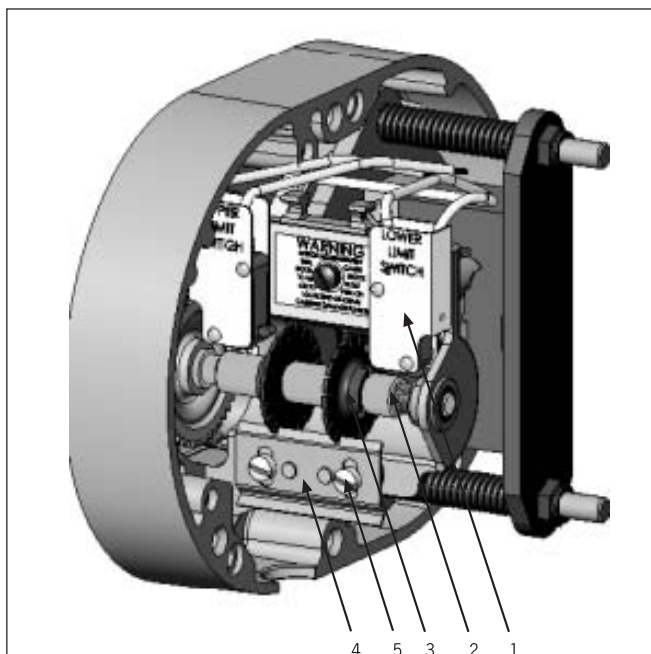

Abb. 19 - Endschalter - Gehäusetypen A bis H-2
4. Die Schrauben lösen, damit die Führungsplatte aus der Verbindung mit den Stellmuttern verschoben werden kann (Abb. 19 und 20).
Abb. 19 a - Endschalter - Gehäusetypen A bis H-2
4. Die Schrauben lösen, damit die Führungsplatte aus der Verbindung mit den Stellmuttern verschoben werden kann (Abb. 19 und 20). Das Verstellen der einen Stellmutter in Richtung der anderen vergrößert den Hakenweg, das Verstellen in Gegenrichtung verringert den Hakenweg. Die Stellmutter, die dem Endschalter "Upper Limit Switch" am Nächsten liegt drehen, bis sie die Kontakte des Endschalters unterbricht. Das Öffnen des Schalters wird durch ein vernehmbares Klicken angezeigt. Jetzt die Stellmutter in Richtung Schalter um einen weiteren vollen Zahn drehen.
4. Die Schrauben lösen, damit die Führungsplatte aus der Verbindung mit den Stellmuttern verschoben werden kann (Abb. 19 und 20). Das Verstellen der einen Stellmutter in Richtung der anderen vergrößert den Hakenweg, das Verstellen in Gegenrichtung verringert den Hakenweg. Die Stellmutter, die dem Endscharter "Lower Limit Switch" am Nächsten liegt, drehen bis sie die Kontakte des Endscharters unterbricht. Das Öffnen des Schalters wird durch ein vernehmbares Klicken angezeigt. Jetzt die Stellmutter in Richtung Schalter um einen weiteren vollen Zahn drehen.